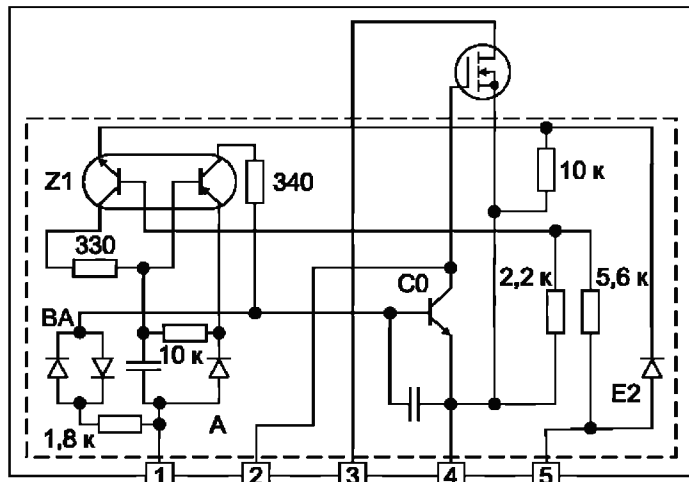

Рис. 1. Принципиальная схема SMR 40200
- В выходном каскаде микросхемы SMR40200 используется не биполярный, а полевой транзистор. Его параметры:  $U_{ds} > 700 \text{ В}$ ,  $I_d > 4 \text{ А}$ ,  $R_{dson} < 1,2 \text{ Ом}$  [1]. Исправленная схема SMR40200 представлена на рис. 1.